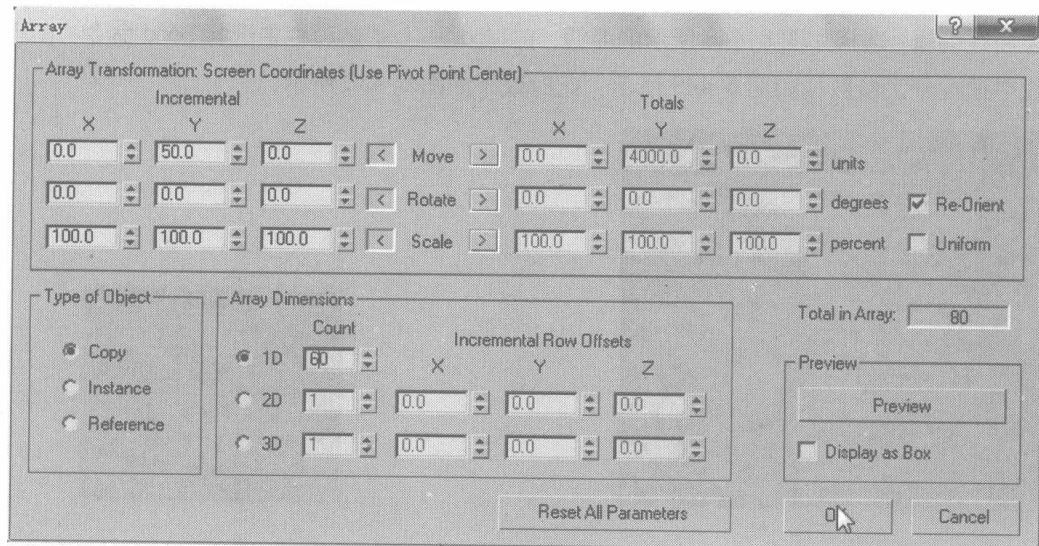

图 6.444
- 57** 取消所有编辑，用选择工具选择该物体，在工具栏中右击 按钮，在弹出的快捷菜单中选择 Extras 分类命令，在弹出的工具栏中单击 按钮，在弹出的对话框中设置复制的参数，如图 6.444 所示。